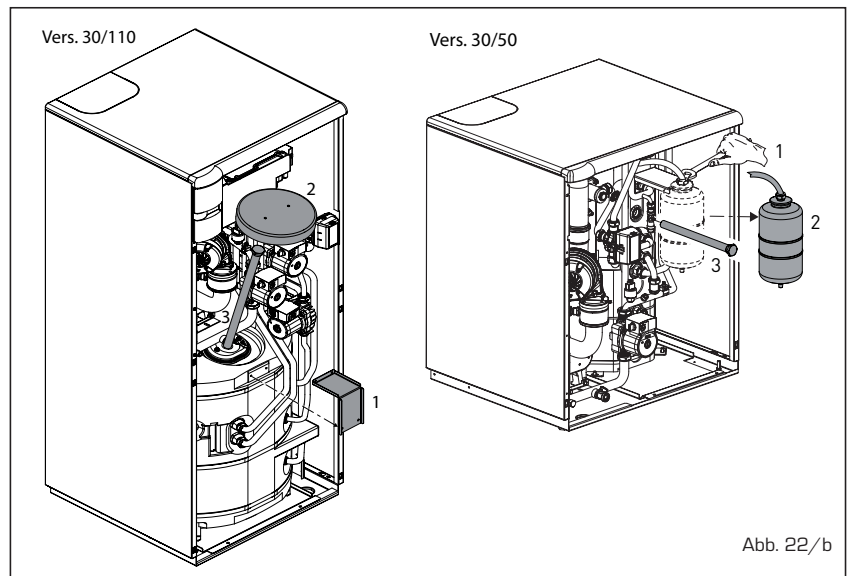

Abb. 22/b
4.4.6 Diagnose und Behebung pompe WILO-YONOS PARA PWM (Abb. 22/c)